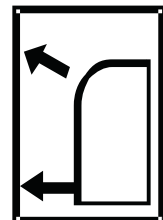

Fig. 23 – Flux d'air double
2. Sélectionnez le flux d'air qui correspond le mieux à vos besoins. Lorsque vous réglez la sélection du flux d'air, utilisez l'icône de **flux d'air double** (consultez la fig. 23).